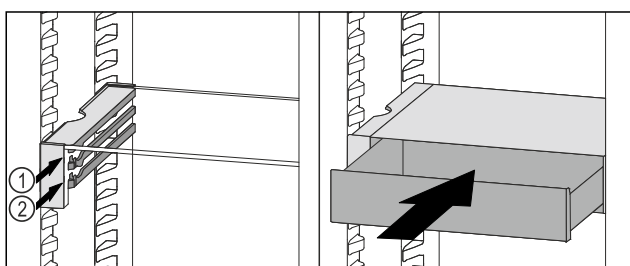

Fig. 95
- Поставете чекмеджето на VarioSafe зад ограничителите върху желаното ребро Fig. 95 (1) или Fig. 95 (2).